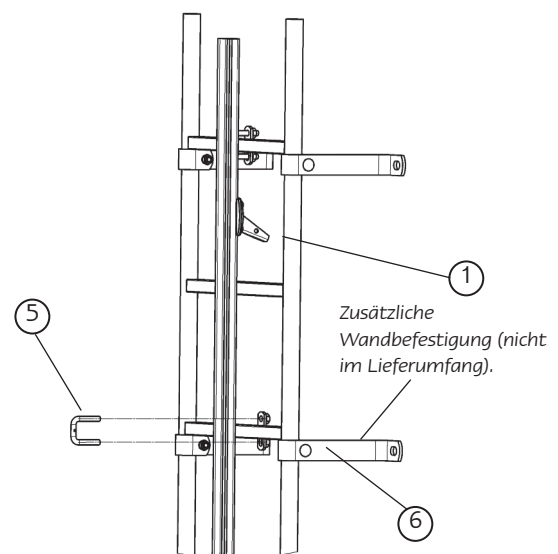
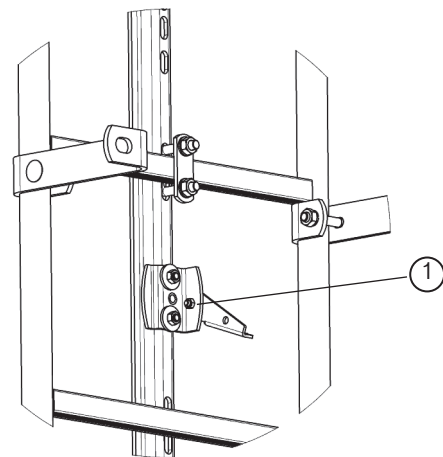

Abb. 2
Abb. 3
terbrechungen, Endanschläge (auch bei Verwendung der aufsteckbaren Einstieghilfe) zu montieren (vgl. Abb.2, Abb.3 Pos.1). Es ist unterhalb des Endes der Fallschutzschiene ein oberer Endanschlag HACA-Typ 0529.40.07 zu montieren. Die Montage ist nach der bei dem Endanschlag beiliegenden Montageanlei-
**1.8** Aus statischen Gründen muss ein zusätzliches Paar Wandhalter unterhalb der 3. Sprosse von oben montiert werden. Diese sind nicht Bestandteil der aufsteckbaren Einstieghilfe und müssen entsprechend der baulichen Gegebenheiten separat bestellt werden (Vgl. Abb. 2, Pos.6).
##### 4.1 Ortsfeste Leiter mit Fallschutzschienen (Abb.2)